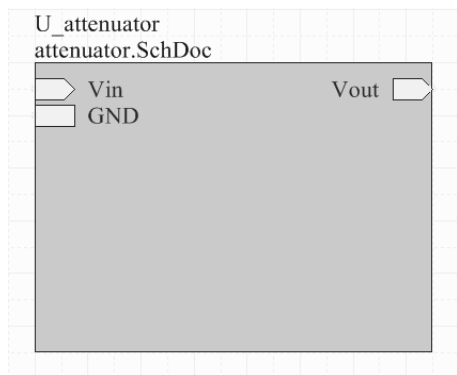

图 5-3-3 单通道 π 型衰减器电路模块
- (1) 在工程中新建原理图文件，命名为“attenuator_10CH.SchDoc”。
- (2) 在工程中新建原理图文件，命名为“attenuator.SchDoc”。
- (3) 在原理图“attenuator.SchDoc”中绘制单通道 π 型衰减器电路原理图。
- (4) 执行菜单命令 Design → Create Sheet Symbol From Sheet or HDL，由原理图“attenuator.SchDoc”生成电路模块，放置在原理图“attenuator_10CH.SchDoc”中，如图 5-3-3 所示。